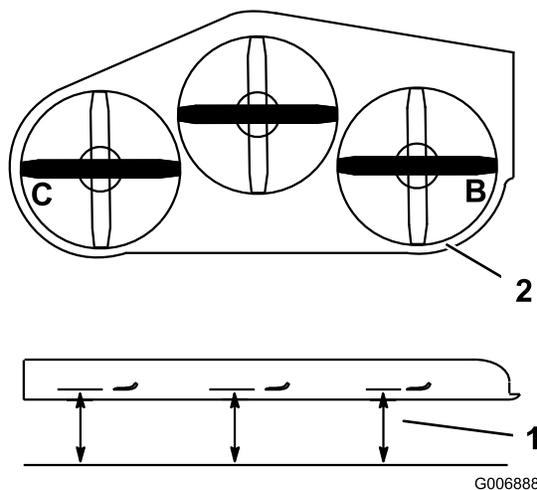

図 93
4. B位置およびC位置で、平らな床面からブレードの刃先までの距離を測定する **図 93**。